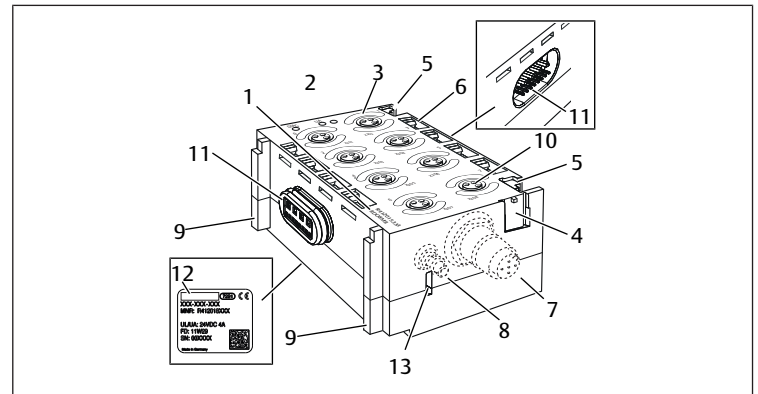

Fig. 4: Modulo di uscita/modulo d'ingresso
2. Montare le etichette del vecchio modulo I/O su quello nuovo oppure munire di dicitura il nuovo modulo I/O (vedere Fig. 4: Modulo di uscita/modulo d'ingresso (4)).